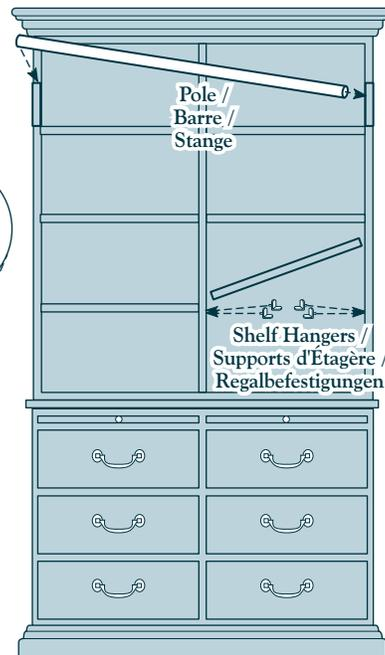

fig. 2 / Bild 2
3. Set two shelf hangers into holes at desired level on inner side wall of cabinet. Slide shelf into cabinet, setting inner side of shelf down on hangers. (fig. 2)
6. Set one end of pole into right side holder on upper unit and lower other end of pole into slot in left holder. (fig. 2)
3. Placez deux supports d'étagère dans leurs trous à la hauteur désirée sur les côtés du cabinet. Glissez l'étagère dans le cabinet, en posant l'extrémité de celle-ci sur les supports. (fig. 2)
6. Placez une extrémité de la barre dans le support droit de l'élément supérieur, puis abaissez l'autre extrémité dans l'encoche du support gauche. (fig. 2)
3. Stecken Sie 2 Halterungen in die Löcher auf der gewünschten Höhe an der Wand-Innenseite. Schieben Sie den Regalboden in den Schrank und setzen Sie den Regalboden mit der Innenseite auf die Halterungen (Bild 2).
6. Stecken Sie das eine Ende der Stange, oben am Regaloberteil, in die Halterung auf der rechten Seite und schieben dann das andere Ende von unten in den Aufnahmeschlitz der linken Halterung. (Bild 2)